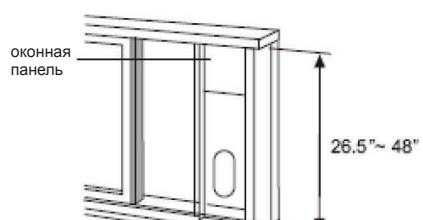

Рис. 15
2. Установите скользящую оконную часть на подоконнике. Отрегулируйте длину скользящей оконной части в зависимости от ширины окна. Укоротите скользящую часть, если ширина окна меньше 27''. Откройте скользящую створку и поместите скользящую оконную часть на подоконник (см. рисунок 15).